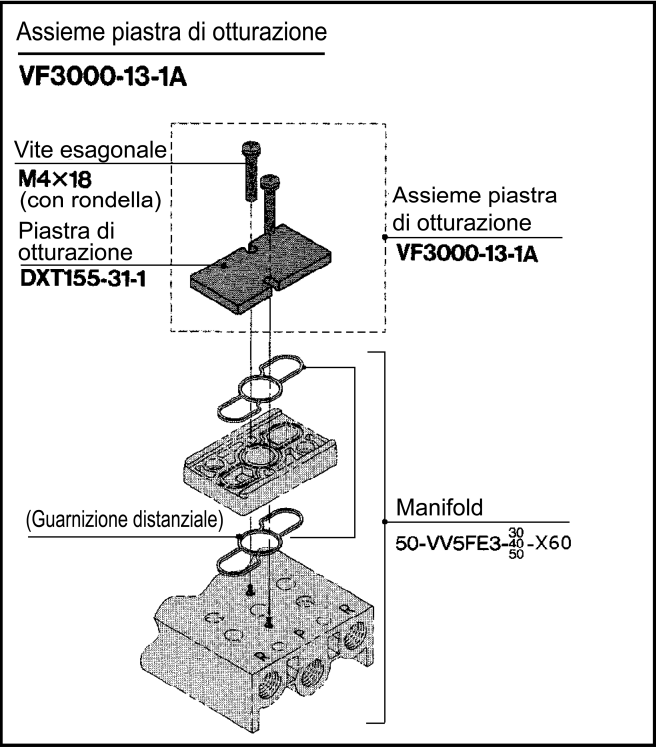
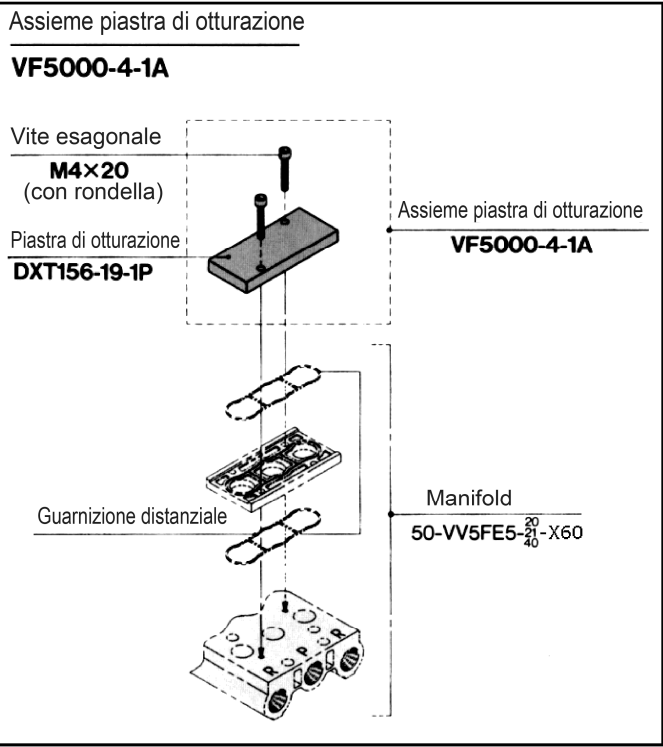

Figura 37
Figura 38
- Assemblare la piastra di otturazione al blocco manifold verificando che il distanziale e le guarnizioni siano presenti, vedere Figura 37 e Figura 38